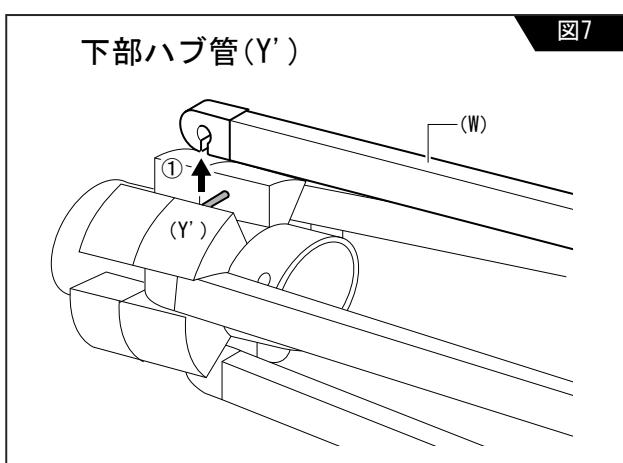

図7
アンブレラからの骨の交換 (図7、図7a参照)
1. (図7)のように交換する骨(W)を下部のハブ管(Y')から力を入れて上の方向①へ引き抜きます。
1. クリップバネAを、平座金の下に差し込みます。(図7)